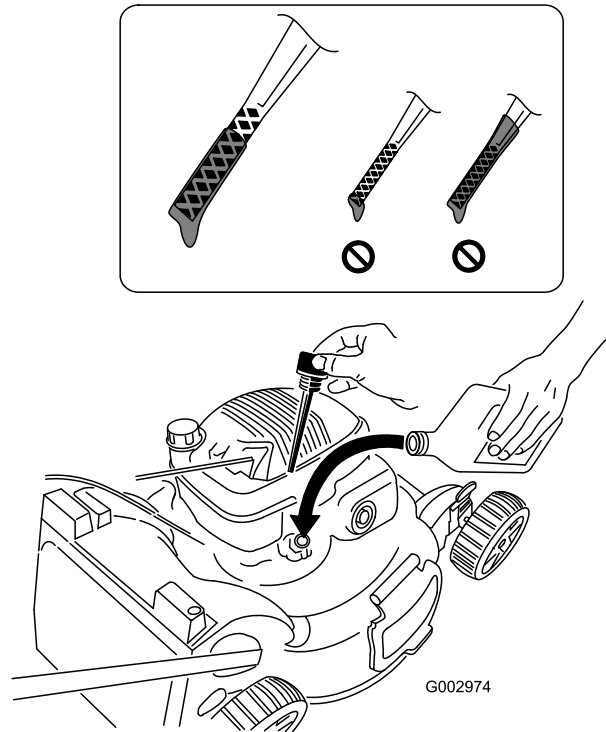

Figura 13
1. Retire la varilla, límpiela con un trapo, vuelva a colocarla en el tubo de llenado, **pero no la enrosque** (Figura 13).
2. Retire la varilla y compruebe el nivel de aceite (Figura 13).
Si no hay aceite sobre la varilla, vierta aceite **lentamente** por el tubo de llenado de aceite, comprobando el nivel con la varilla de vez en cuando, hasta que la varilla indique que el motor está lleno, tal como muestra Figura 13. **No llene demasiado.** (Capacidad máxima: 0,55 l, tipo: aceite detergente SAE 30W con clasificación de servicio API SH, SJ, SL o superior.)